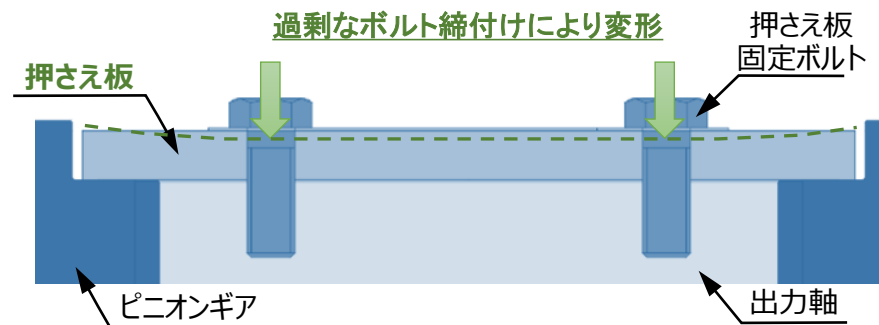

図3\_ピニオンギアの押さえ板部のイメージ図
- ②部品(押さえ板、ボルト)が外れた要因は、カッターモーターの組立時に過剰な締め付けによりボルトが変形し、掘進作業によってボルトが破断したもの。【図3、写真2】